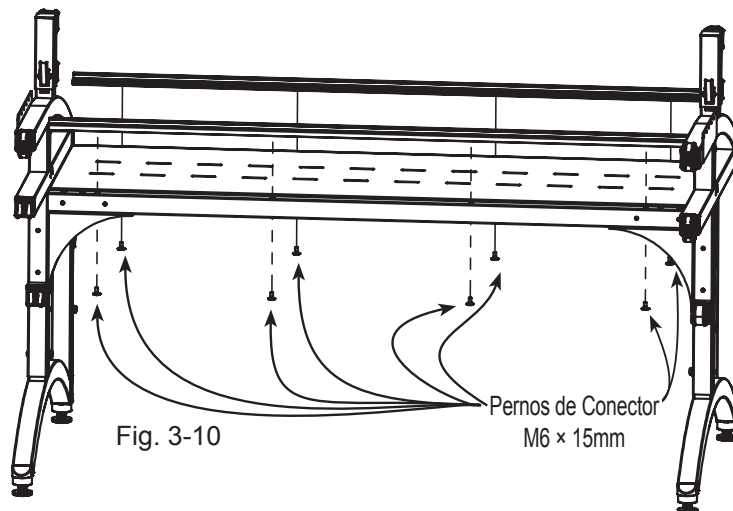

Fig. 3-10
3-4-C: Alinee el soporte de riel con la parte trasera de la estructura de la mesa. Apriete parcialmente los tornillos de conexión (8) M6 x 15mm. Después de insertar todos los tornillos, asegúrese de que el riel queda recto y al ras con la parte trasera de la estructura de la mesa y apriete bien todos los tornillos. (Fig. 3-10)